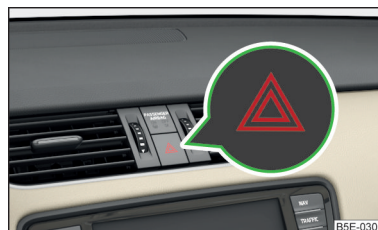

Fig. 67
► Para **encender/apagar** presionar la tecla » fig. 67.